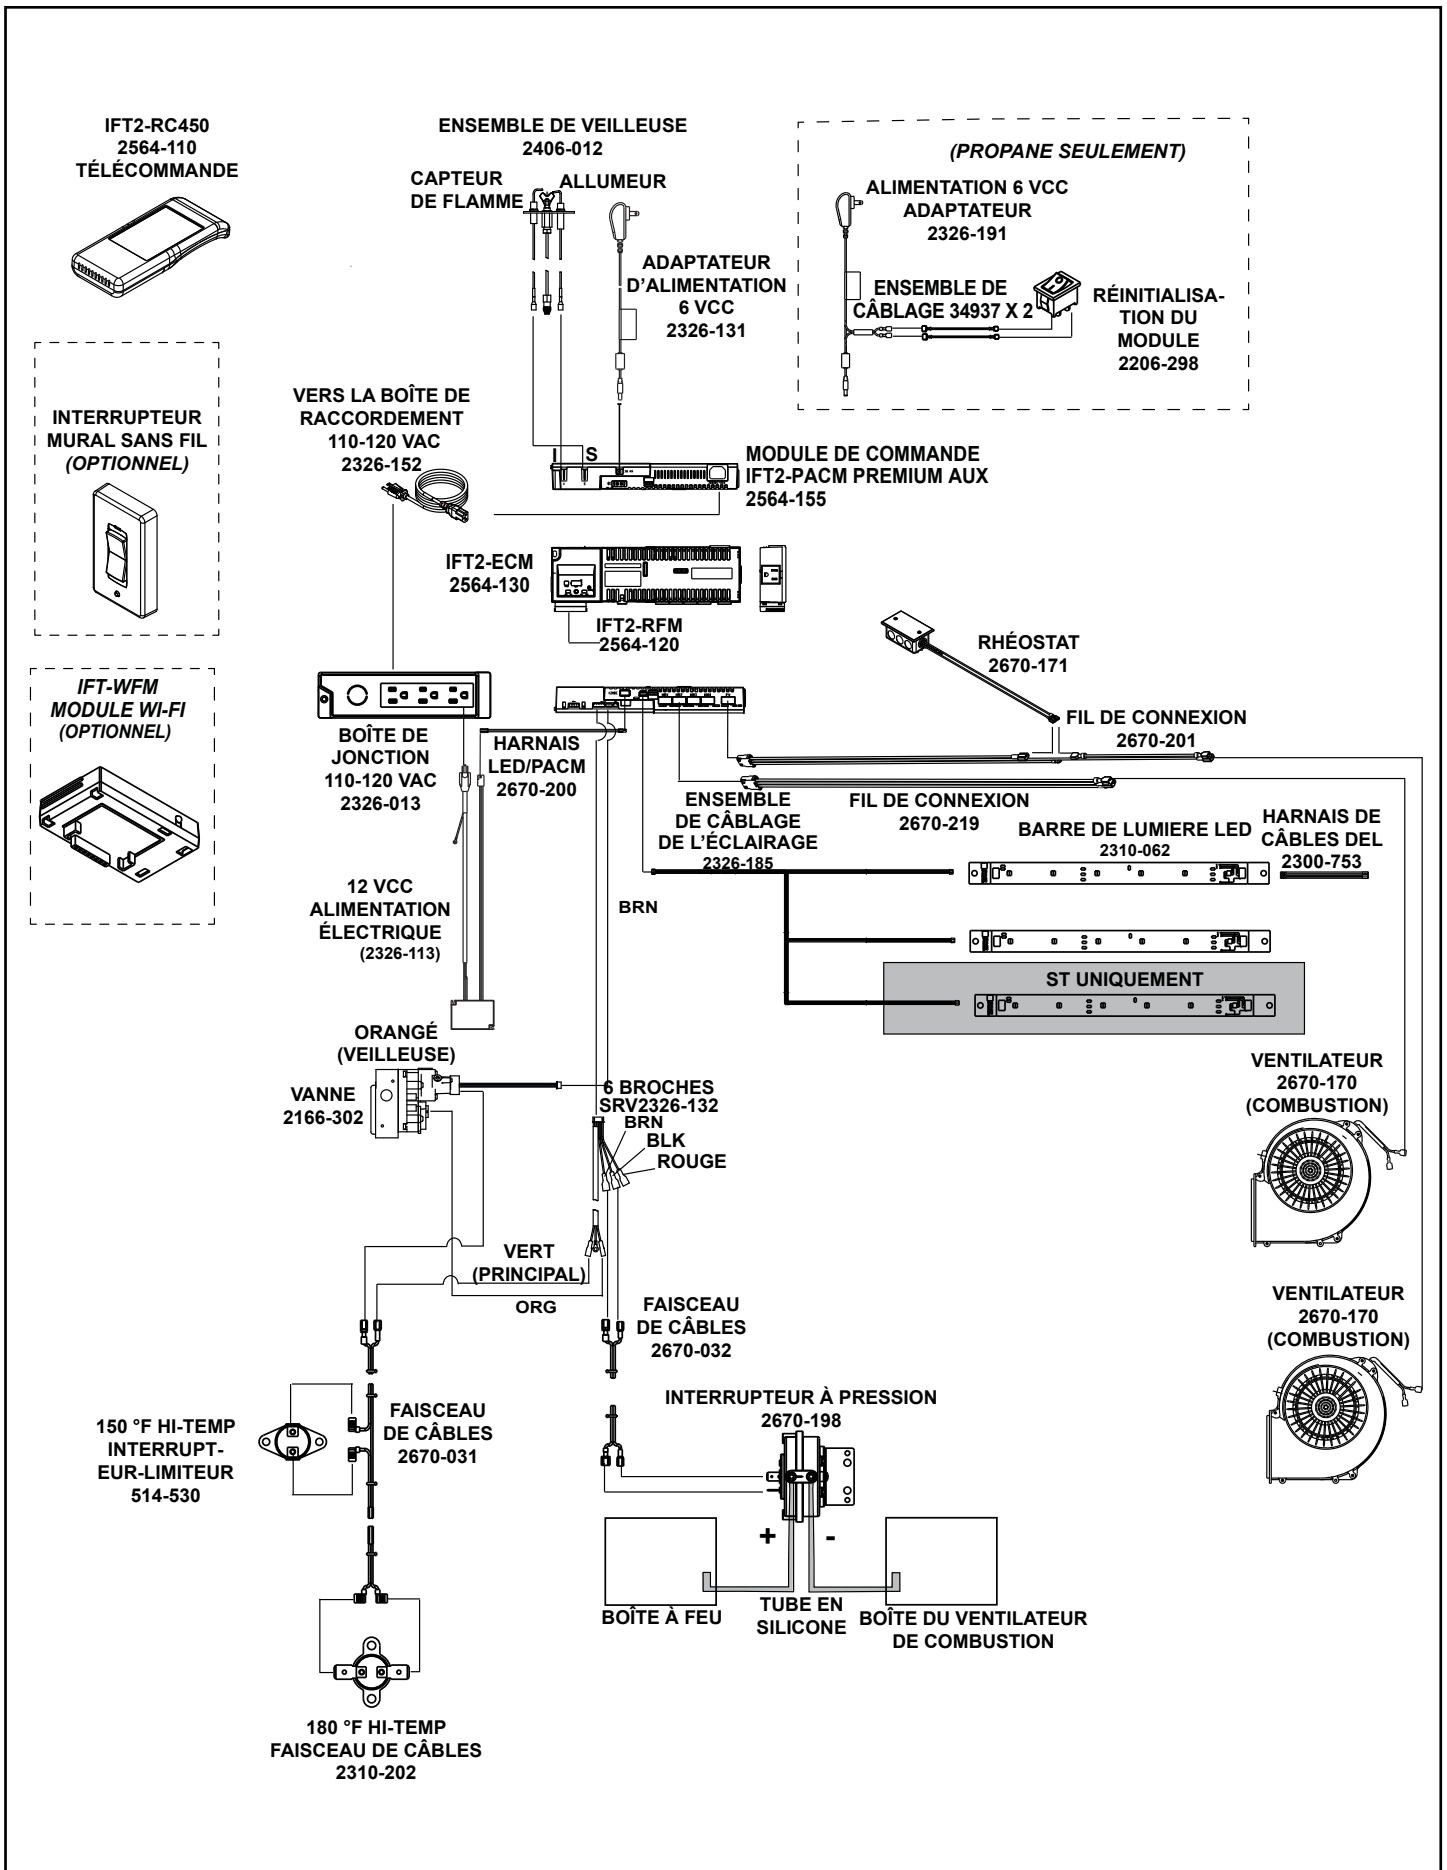

Figure 8.7 Schéma du câblage IntelliFire Tactile
- Se reporter à la figure 8.7 Schéma de câblage de l'IntelliFire Touch (IFT 2.0).